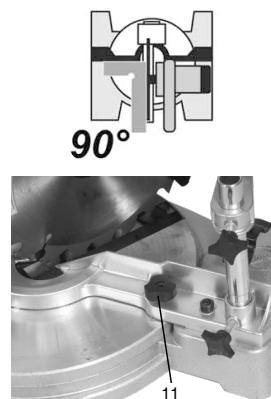

Fig. 6 – Ajuste de la escuadra
- Suelte la palanca de ajuste del brazo (9).
- Con la ayuda de un 90°, ajustar la cabeza con respecto a la base (fig. 6).
- Colocando en la posición correcta, apriete la tuerca de ajuste del brazo (9).
- Bajar el cabezal de la máquina y bloquear con pin traba de la articulación (7).
- Afloje el tornillo de traba (11).
- Con la ayuda de una escuadra de 90°, ajuste la lámina al escuadra de la máquina (5) (fig. 6).
- Vuelva a apretar el tornillo de traba (11).